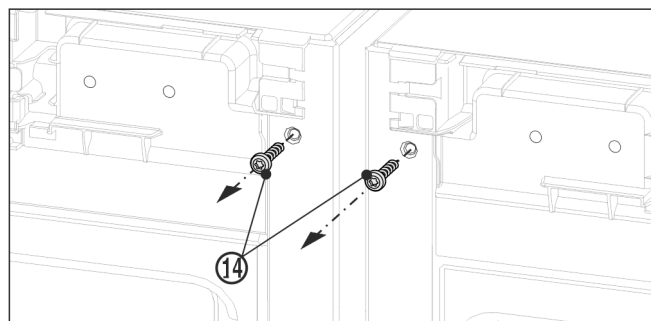

Fig. 11
- ▶ Previo al montaje del ángulo superior desatornille ambos tornillos de conexión a tierra Fig. 11 (14).